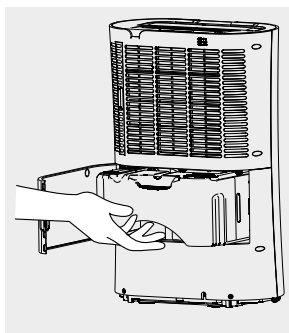

Fig. 2
- Tøm vannbeholderen (9) når apparatet indikerer nødvendighet med den røde indikatorlampen (2j) og etter hver bruk.
- Åpne vanntankdøren (8) og fjern tanken bestemt, men forsiktig fra kassen (fig. 2).